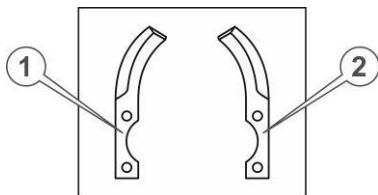

Рисунок 5.4. – Ножи ґрунтофрези
2. Взяти з комплекту ґрунтофрези по одному лівому і правому ножу (див. рис. 5.4.).